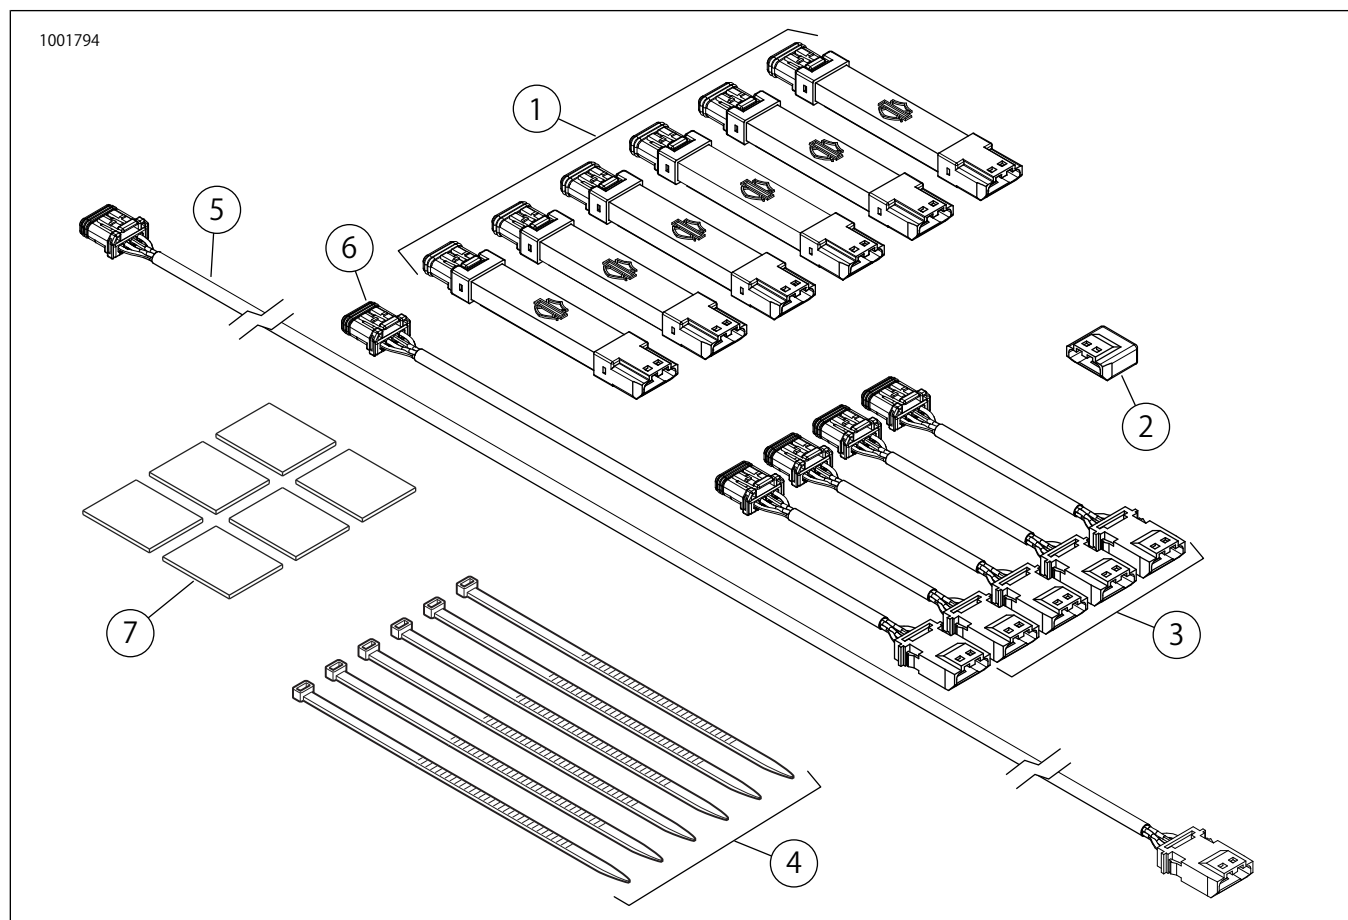

図2。交換用パーツ、SpectraGloライトポッドキット
「図2」を参照してください。そして 表1を参照してください。
2. 図2(ドライフィット)ライトポッド(1)とハーネス(3、5、6)をお好みの適切なコンフィギュレーションで組み立ててください。